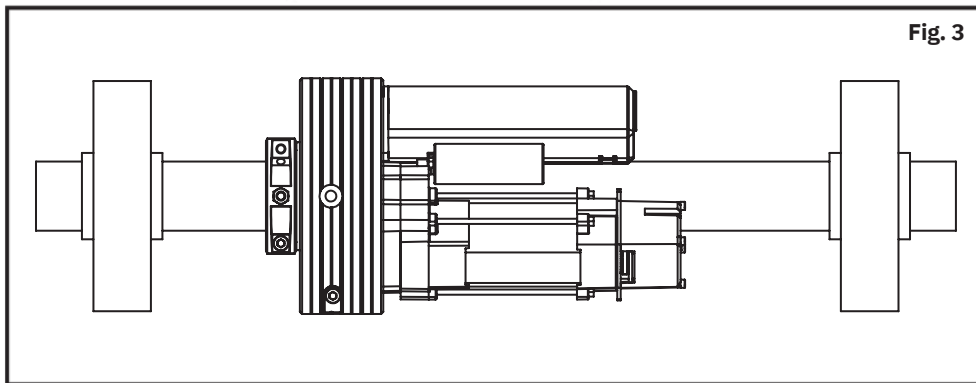

Fig. 2
- C) Smontare la corona del motoriduttore in due metà, svitando le viti M8 (FIG. 2).
- D) Estrarre con delicatezza dallo chassis la fascia a rulli in plastica, evitando forti piegature che causerebbero la fuoriuscita dei rullini. Tale operazione non si effettua in presenza di motoriduttore Roll 76 e Roll 101, poiché non dotati di fascia a rulli (FIG. 2).
- E) Smontare lo chassis del motoriduttore, svitando le quattro viti M8 (FIG. 2).
- G) Accoppiare sull'albero della serranda la parte dello chassis che contiene il motore elettrico con il collare di chiusura, mediante le quattro viti M8 (FIG. 2).
- I) Montare sul collo dello chassis la fascia a rulli, facendo sempre attenzione a non effettuare forti piegature al fine di evitare la fuoriuscita dei rullini. Tale operazione non si effettua in presenza di motoriduttore Roll 76 e Roll 101, poiché non dotati di fascia a rulli (FIG. 2).
- L) Montare sullo chassis le due semicorone, facendole ruotare sulla fascia a rulli e fissarle con le due viti M8. In presenza di motoriduttore Roll 76 e Roll 101 la corona ruoterà direttamente sul collo dello chassis tornito (FIG. 2).
- C) Remove the crown of the motor, unscrewing the screws M8 (FIG. 2).
- D) Extract from the chassis, with delicacy, the band with rolls in plastics, avoiding heavy folds that would cause the spillage of the rullinis. Doesn't effect this operation in case of motors Roll 76 and Roll 101, since they do not endowed with band to rolls (FIG. 2).
- G) Assemble on the tube of the shutter the chassis part with electric motor, with the second part of the chassis through the four screws M8 (FIG. 2).
- I) Mounted on the chassis neck, the band with rolls, being careful not to make strong folding to prevent spillage of rolls. Doesn't effect this operation in case of motors Roll 76 and Roll 101, since they do not endowed with band with rolls (FIG. 2).
- L) Mounted on the chassis the two demicrown, rolling them on the band with rolls and fix them with the two screws M8. In case of motors Roll 76 and Roll 101 the crown will rotate directly on the chassis neck turned (FIG. 2).
- C) Démontez la couronne du moteur, en deux moitiés, en dévissant les vis M8 (FIG. 2).
- D) Extraire du châssis, avec délicatesse, la bande en plastique avec roulements, en faisant très attention à éviter les plis qui causeraient l'écoulement des roulements. Ne pas effectuer cette opération en présence du moteur Roll 76 et Roll 101, par ce qu'ils ne sont pas doués de bande en plastique avec roulements (FIG. 2).
- G) Accoupler sur le tube du rideau la partie du châssis qui contient le moteur électrique, avec la deuxième partie du chassis avec les 4 vis M8 (FIG. 2).
- I) Monter sur le châssis la bande en plastique avec les roulements, en faisant toujours attention à ne pas effectuer des forts plis afin d'éviter l'écoulement des roulements. Ne pas effectuer cette opération en présence du moteur Roll 76 et Roll 101, par ce qu'ils ne sont pas doués de bande en plastique avec roulements (FIG. 2).
- L) Monter sur le châssis les deux demi-couronnes, en tournant les mêmes sur la bande en plastique avec les roulements et les fixer avec les deux vis M8. En présence de moteur Roll 76 et Roll 101, la couronne tournera directement sur le cou du châssis tourné (FIG. 2).
- C) Desmontar la corona del motor en dos mitades, destornillando los tornillos M8 (FIG. 2).
- D) Extraer del chasis con delicadeza la faja de plástico con rodamiento, evitando fuertes pliegues que causarían el derrame de los rodamientos. Tal operación no se efectúa en presencia de motor Roll 76 y Roll 101, ya que no dotados con faja de plástico con rodamiento (FIG. 2).
- G) Ensamblar sobre el árbol del cierre metálico la parte del chasis que lleva el motor eléctrico, con la segunda parte de chasis, a través de 4 tornillos M8 (FIG. 2).
- I) Montar sobre el cuello del chasis la faja de plástico con rodamiento, siempre teniendo cuidado con no efectuar fuertes pliegues para evitar el derrame de los rodamientos. Tal operación no se efectúa en presencia de motor Roll 76 y Roll 101, ya que no dotados con faja a rodamientos (FIG. 2).
- L) Montar sobre el chasis las dos semicoronas, haciéndoles girar sobre la faja de plástico a rodamientos y fijarle con los dos tornillos M8. En presencia de motor Roll 76 y Roll 101 la corona girará directamente sobre el cuello del chasis torneado (FIG. 2).